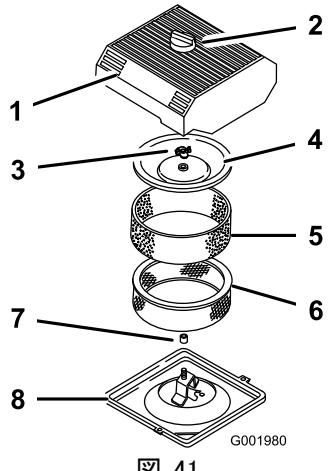

図 41
3. エアクリーナを外したときエンジン内部に異物が入らないよう、周辺をきれいに拭く(図 41)。
4. エア・クリーナのカバーのノブをゆるめてカバーを外す(図 41)。
5. ペーパー・エレメントからスポンジ・エレメントを注意深く取り外す(図 41)。
6. カバー・ナットを外し、カバーとペーパー・エレメントを外す(図 41)。
1. ペーパー・エレメントにスポンジ・エレメントを注意深く取り付ける(図 41)。
3. カバー・ナットを取り付けて指締めする(図 41)。
4. エア・クリーナのカバーとノブを元通りに取り付ける(図 41)。